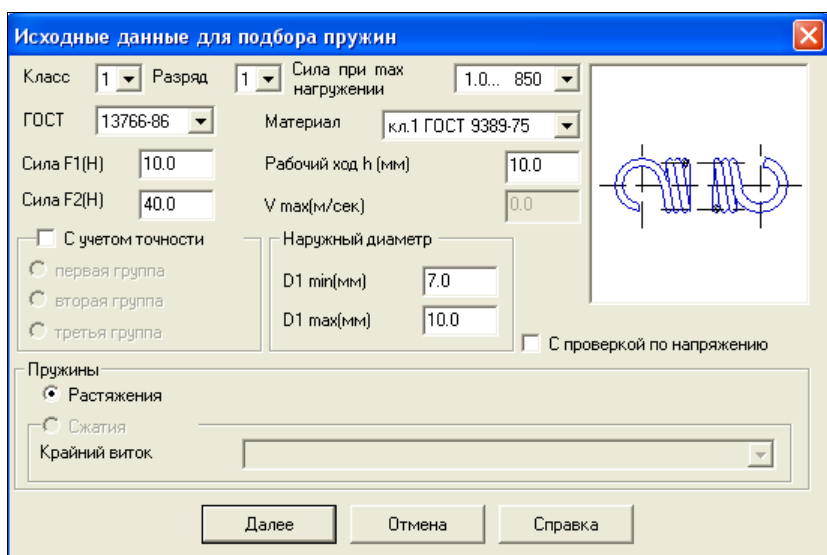

Рис. 26.46. Диалоговое окно **Исходные данные для подбора пружин**
- нажмите кнопку **Подобрать пружину**. Система выведет на экран диалоговое окно **Исходные данные для подбора пружин** (рис. 26.46), в котором вы видите основные параметры пружины. Нажав кнопку **Далее**, вы в появившемся диалоговом окне **Результат подбора пружин** увидите более подробные расчетные данные стандартной пружины № 275 ГОСТ 13766-86. Если вас устраивают данные характеристики пружины, то нажмите кнопку **ОК**. Окно закроется;